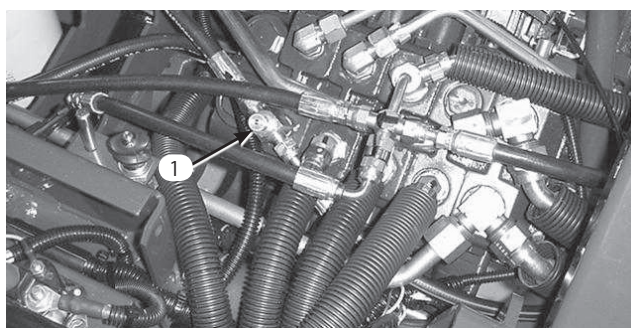

図49
1. 座席を倒し、メイン・コントロール・バルブについているフロー・コントロール・バルブを露出させる (図49)。